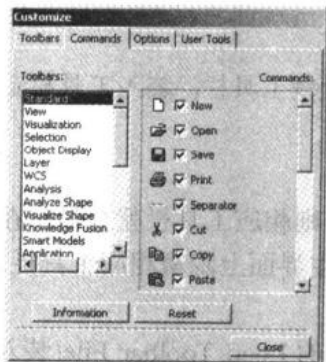

图 1.10 Command 选项卡
**Commands** 选项卡用于显示或隐藏工具栏中的某些命令图标，内容如图 1.10 所示。首先可先从 **Toolbars** 列表框中，选择要定制图标的工具栏，则在右边的 **Commands** 列表框中包含了该工具栏下的所有命令图标。再打开或关闭命令图标单选按钮，即可使该图标在相应工具栏中显示或隐藏。单击选项卡中的 **Information** 按钮将在系统弹出的信息窗口中显示所选工具栏的定义文件。单击 **Reset** 按钮可将所选工具栏中图标的显示或隐藏状态恢复至其初始状态。